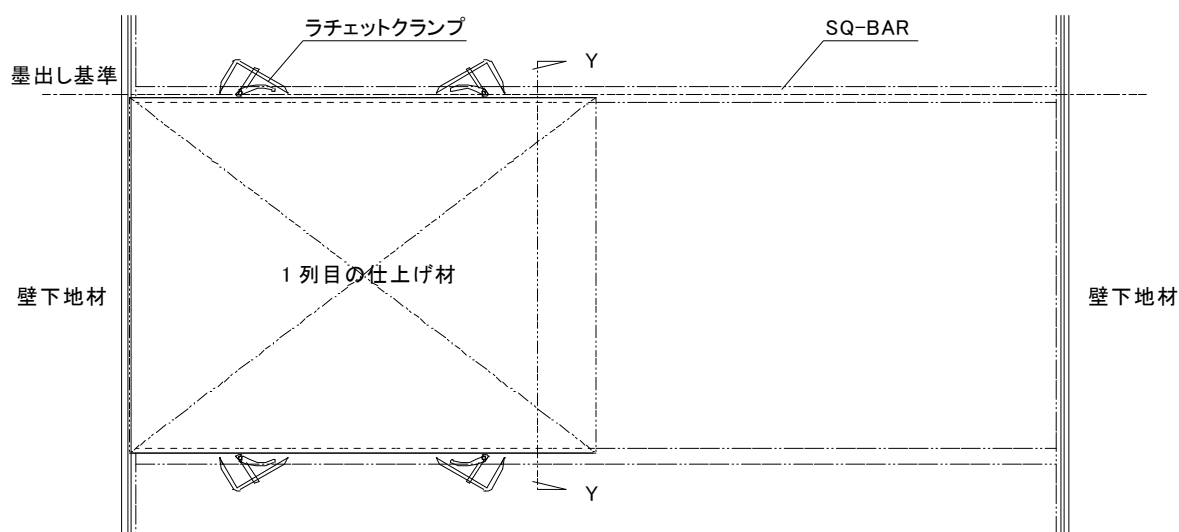

図 3-1-2 1 列目の仕上げ材の取付け(平面図)
- 1) 墨出しした SQ-BAR を基準に 1 列目の仕上げ材の下地固定バーをラチェットクランプで仮に保持する。(図 3-1-2 参照)